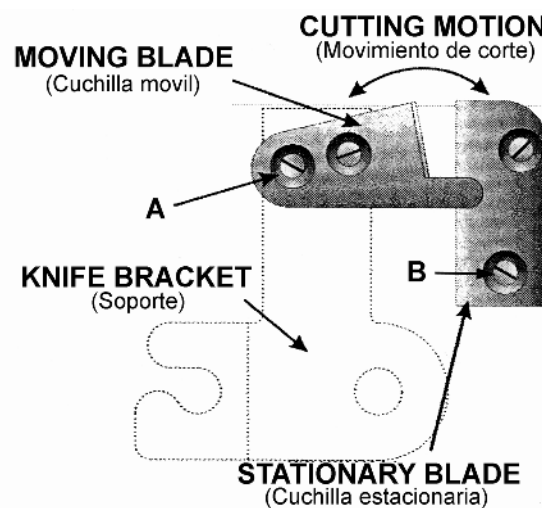

Fig. 11
- 2) Remove the 2 screws **A** (Fig.11) holding the moving blade to the knife bracket and remove the blade.
- 2) Retire los dos tornillos **A** (Fig. 11) que únen la cuchilla móvil al el soporte y retire la cuchilla.